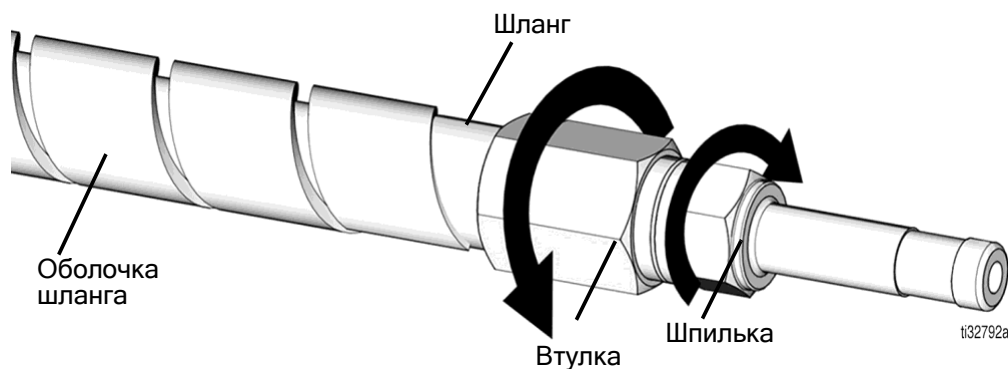

Рис. 12
**ПРИМЕЧАНИЕ:** См. пп. 1-7 на Рис. 12.